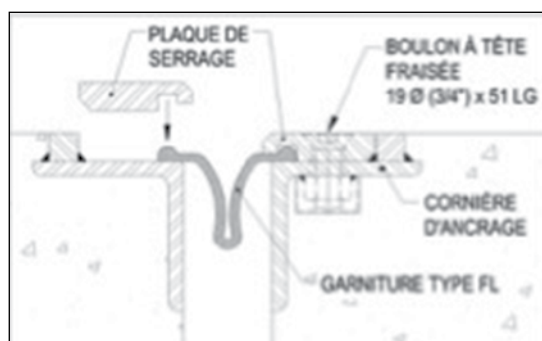

FIGURE 1: Alignement du renflement de la garniture avec l'encoche dans la plaque de serrage
5. Déposer de chaque côté du joint les plaques de serrage sur la garniture et aligner les trous avec les trous filetés. Les plaques sont identifiées et doivent être placées selon les marques visibles sur la barre d'arrêt qui longe le joint en surface. L'encoche dans la plaque de serrage doit être alignée avec le renflement de la garniture (voir Figure 1).